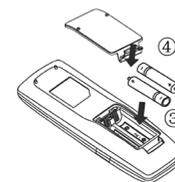

Рисунок 2
3. Вставьте две батарейки 1,5 В размером AAA. Убедитесь в правильности расположения полюсов батарейки + и - (см. рис. 2).
4. Снова установите крышку (см. рис. 2).